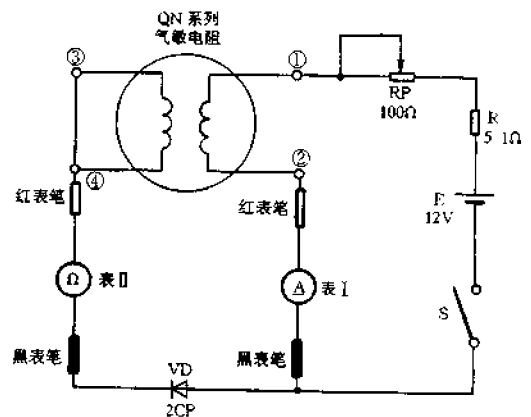

图 4-37 QN 气敏电阻的检测
现以 QN 气敏电阻为例,介绍检测方法。检测电路如图 4-37 所示。E 为加热电源,RP 用来控制调整加热电流。表 I 置于 DC1A 或 DC0.5A 挡用以测量加热电流。表 II 用来检测气体浓度变化时气敏电阻的电阻值(即①②与③④极间电阻)的变化情况。接入二极管 VD 可避免加热回路对测量电路产生的影响。测试前将万用表拨至  $R \times 1k$  挡。